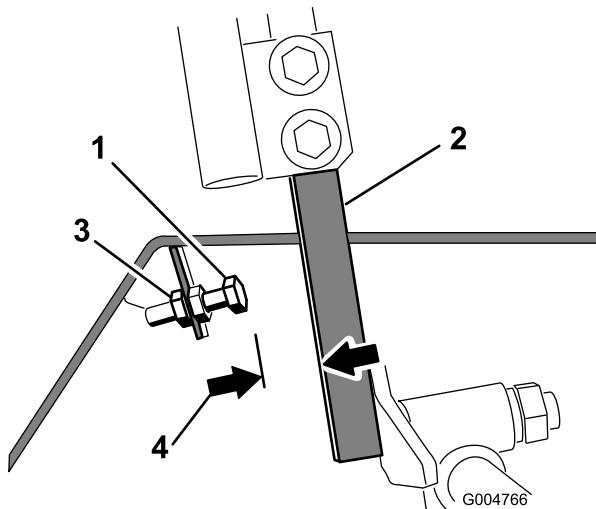

Figura 60
4. Solte a porca de bloqueio no parafuso de bloqueio de uma das alavancas de controlo (Figura 60).